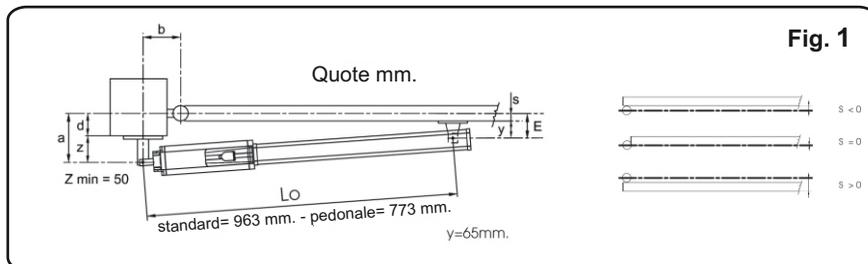

Fig. 1
A) Fissare l'attacco posteriore sul pilastro seguendo le indicazioni della tabella A, modificare se necessario la lunghezza dell'attacco in dotazione (fig. 1).